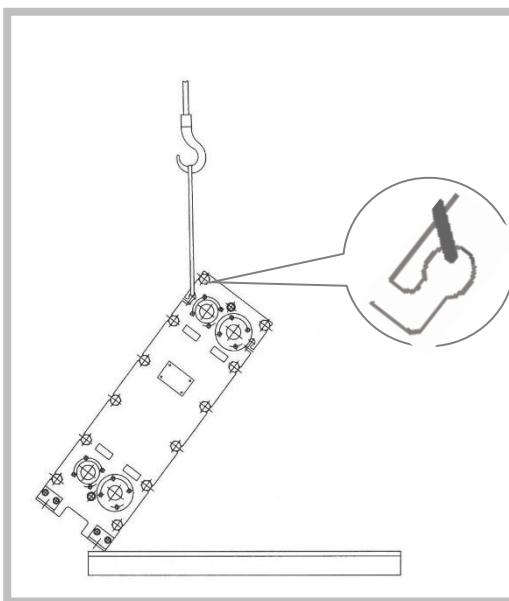

Рисунок 23
3. Медленно поднять ПТО с поддона за центр тяжести. (Рисунок 23). При этом необходимо следить, чтобы грузозахватное приспособление крепко и надежно располагалось в рым-болтах.